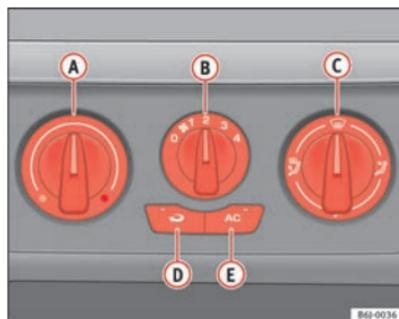

Fig. 90 Mandos del Aire Acondicionado en el tablero de instrumentos
- Con los reguladores \Rightarrow fig. 90 A y C y con el mando B se regula la temperatura, la velocidad del ventilador y la distribución del aire.
- Cierre los difusores ③.
- Abra y oriente los difusores ④ hacia las ventanas laterales.